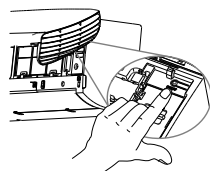

Figura 4
5. Religue o disjuntor e pressione uma vez o botão localizado na lateral direita do produto (figura 4) para apagar o indicador LIMPAR FILTRO. Caso você não resete o aviso LIMPAR FILTRO, após 72 h o indicador LIMPAR FILTRO do painel se apagará automaticamente e reacenderá após 720 h.